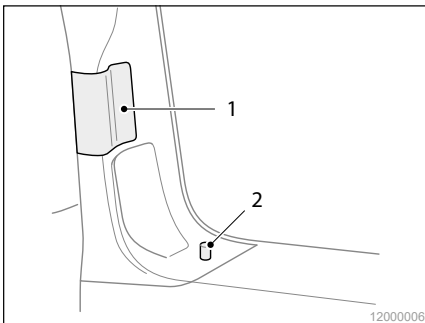

Abb. 3 Schiebetür ver- und entriegeln
2. Drücken Sie den Sicherungsstift (Abb. 3/2) herunter.
1. Ziehen Sie die Wippe (Abb. 3/1) nach hinten.
Bei einer verriegelten Schiebetür fährt der Sicherungsstift (Abb. 3/2) hoch. Die Schiebetür ist entriegelt und lässt sich öffnen.